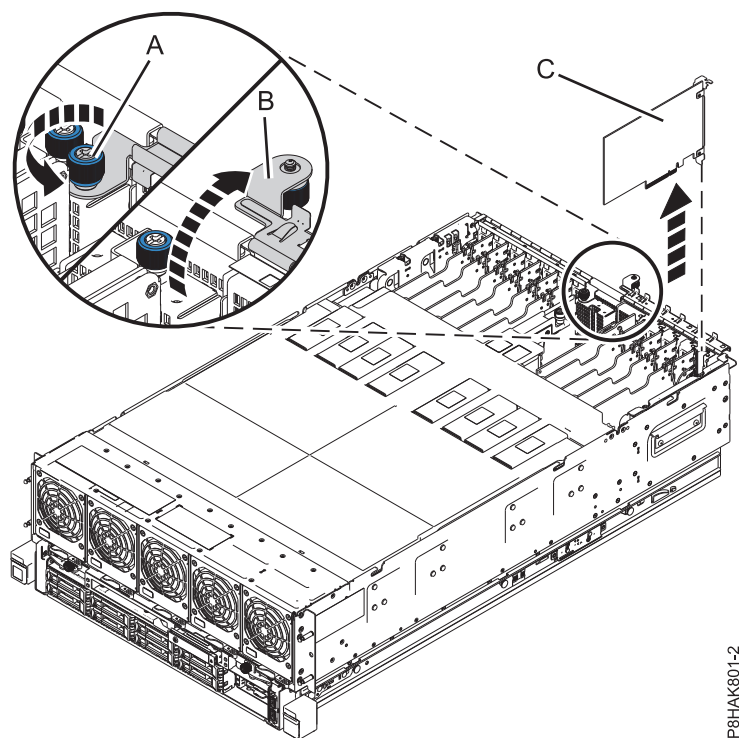

図 15. 8408-44E または 8408-E8E システムからの PCIe アダプターの取り外し
- a. 入出力保持ブラケットの拘束つまみねじを、完全に緩むまで回します。27 ページの図 15 の **(A)** を参照してください。
- b. 入出力保持ブラケットを、上方にシステムから離す方向に回転させて、開きます。27 ページの図 15 の **(B)** を参照してください。
- c. アダプター **(C)** の上端またはテール・ストックを慎重につかみ、27 ページの図 15 に示されているように、スロットからアダプターを取り外します。